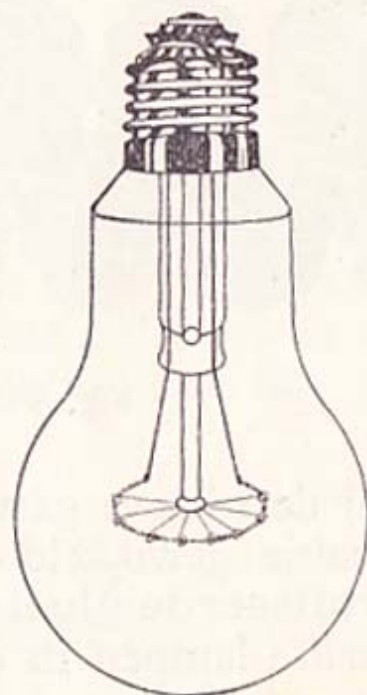

Fig. 93.
- 2° gasvullingslampen (fig. 93).
De gasvullingslampen (fig. 93) hebben eveneens een gespiraliseerde draad. De zeer hoge temperatuur —  $2300$  à  $2500^{\circ}\text{C}$  — waaraan de